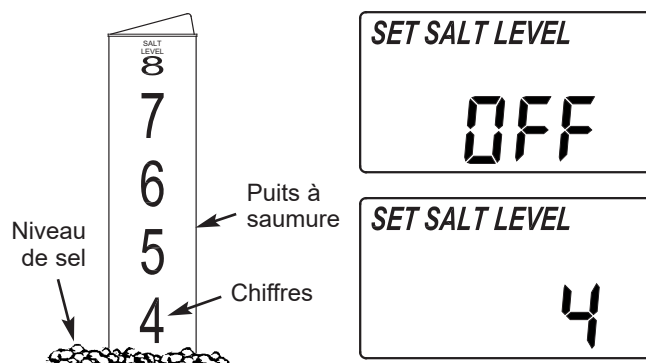

FIG. 34
2. L'échelle de niveau de sel, situé sur le puits à saumure à l'intérieur du réservoir, comprend des chiffres de 0 à 8 (voir figure 34). Repérez le chiffre le plus élevé ou le plus près du sel égalisé.